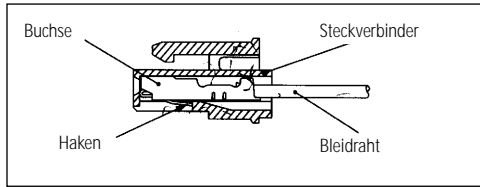
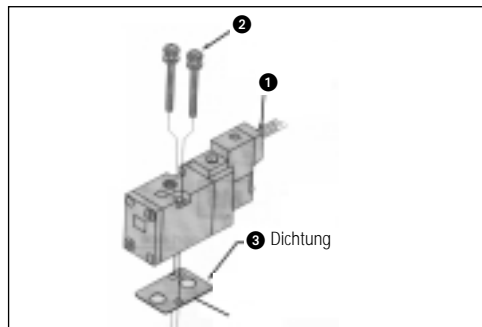

Abb. 6
Abb. 10
Steckverbinder lösen (Abb. 6)
Ventil von der Sockelplatte abbauen (Abb. 10)
- Elektrischen Stecker abnehmen ① (Abb. 10). (Siehe auch Abb. 6.)
- Befestigungsschrauben ② herausdrehen und aufbewahren (Abb. 10).
- Dichtung ③ (Abb. 10) aufbewahren.
- Dichtung ③ (Abb. 10) wieder in korrekter Einbaulage einsetzen.
- Ventilbefestigungsschrauben ② (Abb. 10) einsetzen.
- Ventil wie oben abgebildet (Abb. 10) ausbauen.